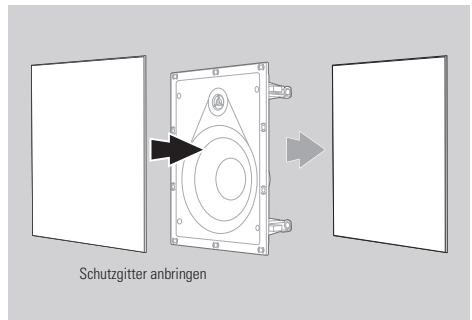

Abbildung 8
- Befestige das Gitter wieder am Lautsprecher. (Abbildung 8)